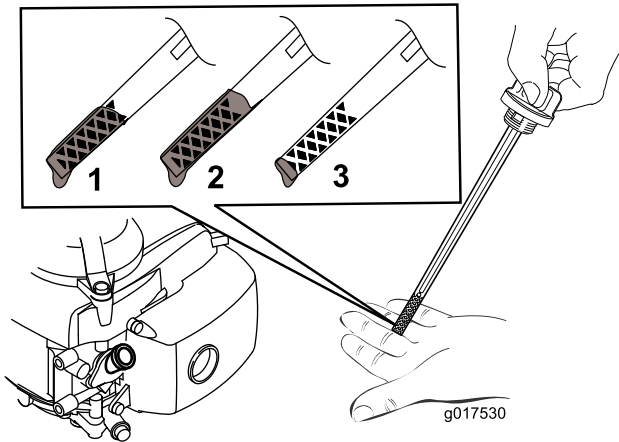

Figura 10
5. Para determinar o nível de óleo adequado na vareta, consulte a Figura 10.
Nota: Encha o cárter do motor com óleo até a vareta indicar que o nível de óleo do motor está correto, como indicado em Figura 10. Se encher demasiado o motor com óleo, retire o óleo em excesso, como indicado em Substituição do óleo do motor \(página 16\).